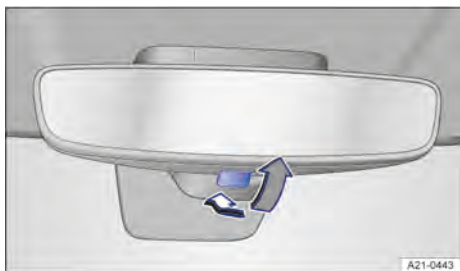

Fig. 96 No revestimento do teto: espelho retrovisor interno com antiofuscante manual.
- Para evitar o ofuscamento, puxar a alavanca para trás → Fig. 96.